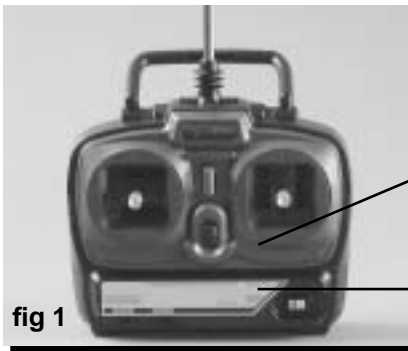

fig 1
Plug your steering servo into channel 1 and your throttle servo into channel 2. Check that your servos move when you move the sticks on the transmitter, next set the trims on the transmitter to the neutral position as shown in fig 1.*
*Setzen Sie die Batterien in den Sender. Setzen Sie die für den Empfänger bestimmten Batterien in den Batteriehalter. Stecken Sie den Batteriehalter in den mit „BATT“ gekennzeichneten Schlitz auf dem Empfänger. Stecken Sie Ihr Steuerservogerät in Kanal 1 und Ihr Drosselklappenservogerät in Kanal 2. Prüfen Sie, ob Ihre Servogeräte sich bewegen, wenn Sie die Hebel auf dem Sender bewegen, und stellen Sie die Trimme auf dem Sender anschließend in die neutrale Position, so wie es Abb. 1 zu*